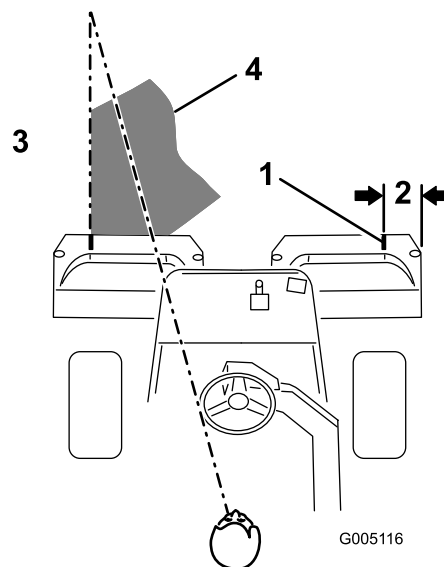

Figura 23
**Nota:** Per assistenza nel mantenimento di una linea retta sul green e nel mantenimento della macchina a una distanza pari dal bordo del taglio precedente, immaginate una linea di visione di circa 1,8-3 m davanti alla macchina fino al bordo della porzione di green non tosata (Figura 23). Includete il bordo esterno del